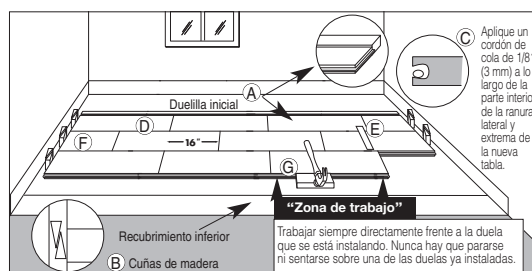

Figura 14
• Seleccione la primera tabla. Todas las instalaciones deben comenzar con el lado de la ranura contra la pared utilizando las tablas más largas disponibles. Aplique una gota de pegamento de 1/8" (3 mm) en la parte inferior interior de la ranura en el extremo de la tabla. No aplique pegamento en el lado de la ranura en este momento (ítem C, Figura 14). Los productos que tienen la lengüeta extrema en el lado izquierdo deben ser instalados desde la derecha a la izquierda, las lengüetas opuestas deben ser instaladas desde la izquierda hacia la derecha. (ítem D, Figura 14). Si se utilizó una tabla sacrificial, NO debe ser encolada a la primera hilera.
• Complete la primera hilera. Corte la última tabla dejando una separación de 1/2" (13 mm) entre la pared y el piso. (Utilice el extremo restante de la tabla cortada como una tabla de comienzo para cualquier hilera después de la tercera hilera). Instale una cuña en el extremo de la tabla entre el piso de madera y la pared dejando un espacio de expansión de 1/2" (13 mm). Evite la instalación en las primeras cuatro hileras de tablas que midan menos de 16" (40.6 cm) (ítem F, Figura 14).
• Utilice una barra de tracción para tirar la última tabla desde el extremo opuesto. Instale cuñas en el espacio y apriete (ítem B, Figura 14).
• Corte o utilice una tabla más corta para la primera tabla de la segunda hilera. Comience la segunda hilera aplicando una gota de pegamento de 1/8" (3 mm) a lo largo de la parte inferior interior de la ranura lateral y exterior de la nueva tabla. Instale la primera tabla de la hilera dos. Aplique una gota de pegamento en la parte inferior interior de la ranura extrema y lateral de la tabla siguiente e instálela. Cuando esté instalando las tablas, utilice un bloque de golpear contra la lengüeta, no la ranura (ítem G, Figura 14). Golpee las tablas para colocarlas en su lugar con un martillo en el bloque de golpear. NO golpee el borde directamente con el martillo. Complete la segunda hilera hasta la cuarta usando esta misma técnica. Inserte cuñas en los extremos según sea necesario para restringir el movimiento del piso.